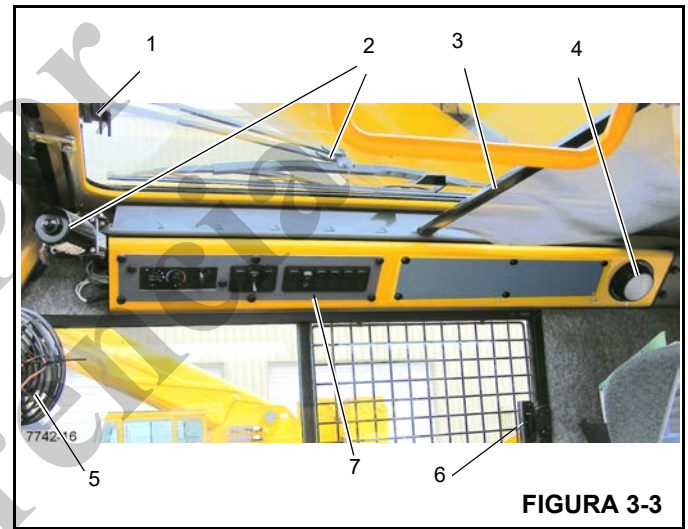

FIGURA 3-3
El pestillo de la ventana del techo (1, Figura 3-3) se encuentra en la parte delantera de la ventana. Apriete el pestillo y deslice la ventana hacia atrás para abrirla. Para cerrar, deslice la ventana hacia adelante hasta que el pestillo se trabé.
El limpiacristal de la ventana del techo (2, Figura 3-3) se controla por medio del interruptor del limpiacristal de la ventana del techo (4, Figura 3-4), y su funcionamiento es controlado por el motor del limpiacristal.
La visera de la ventana del techo (3, Figura 3-3) se utiliza para reducir la luz solar directa. La visera es autorretraíble y se puede utilizar para filtrar el ingreso de luz solar o se puede ajustar hacia atrás y trabarse en las muescas provistas.
La luz interior de techo (4, Figura 3-3) se encuentra en la esquina trasera derecha de la consola superior de la cabina y provee iluminación a la cabina. La luz de techo interior se controla por medio de un interruptor ubicado en la lámpara misma.
El ventilador de circulación de la cabina (5, Figura 3-3) se encuentra en el lado delantero izquierdo de la cabina, encima del marco de la ventana. Una unión giratoria permite girar el ventilador y en su base se encuentra el interruptor de control. El interruptor tiene las posiciones alta, baja y apagado.
La ventana del lado derecho de la cabina se puede abrir. Apriete el pestillo (6, Figura 3-3) para soltar la traba y deslícela hacia adelante. Para cerrar, deslice la ventana hacia atrás hasta que el pestillo se trabe.
El interruptor del atenuador de luces de tablero (5) (Figura 3-4) controla la iluminación de los controles del calefactor/acondicionador de aire que se encuentran en la parte superior y el medidor de temperatura de aceite de la transmisión (7) (Figura 3-3); presione el interruptor para aumentar o reducir la iluminación del tablero.